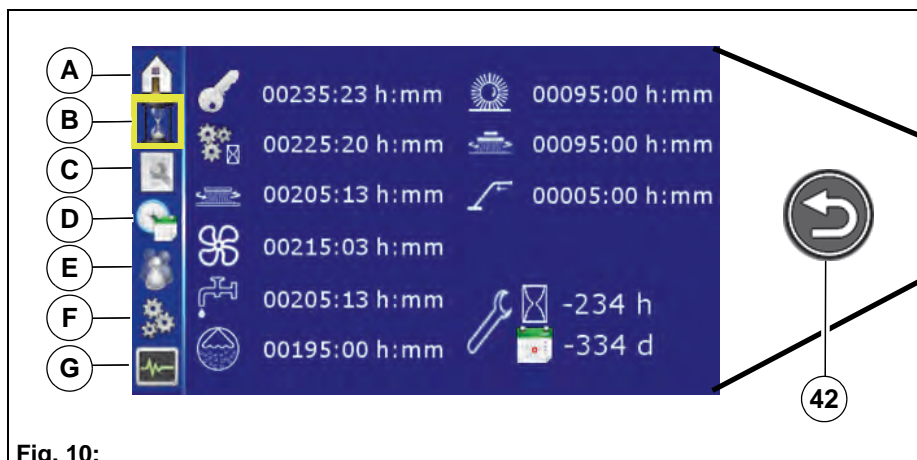

Fig. 10:
- softkey *Home* **Fig. 10-A** eller
Meny Driftstimeteller Fig. 10-B
Meny Vedlikehold Fig. 10-C
**Meny Vedlikehold fig. 10-C fortsettelse**
**Meny Klokkeslett/dato fig. 10-D**
**Meny Brukerinnstillinger Fig. 10-E**
## Konfigurasjonsmeny Fig. 10-F
## Meny Serviceinformasjon Fig. 10- G